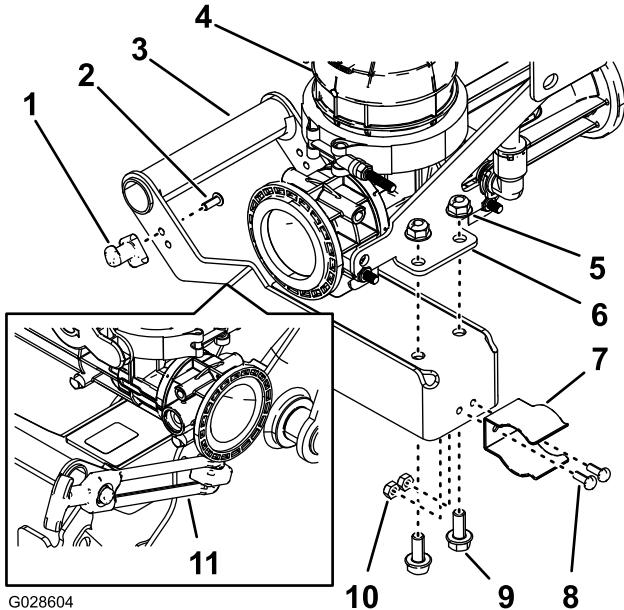

Рисунок 11
1. Присоедините стойку защелки к рукоятке эдуктора (Рисунок 11) с помощью двух винтов с внутренним шестигранником (№ 10-24 x 1/2 дюйма).
2. Установите пружинный хомут на рукоятку защелки (Рисунок 11) с помощью 2 болтов (№ 10-24 x 1/2 дюйма) и 2 контргаек (№ 10-24).
3. Установите рукоятку на монтажную пластину эдуктора (Рисунок 11) с помощью 2 болтов с фланцевыми головками (5/16 x 3/4 дюйма) и фланцевых контргаек (5/16 дюйма).